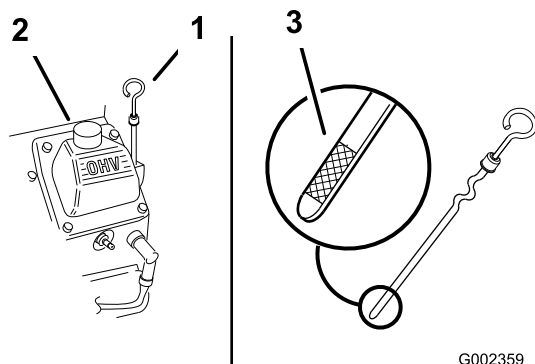

Figura 23
3. Limpe a zona em redor da vareta de óleo (Figura 23), para evitar que entre sujidade no orifício do filtro e possíveis danos no motor.
4. Retire a vareta do óleo e limpe a extremidade (Figura 23).
5. Deslize a vareta de óleo para dentro do tubo do filtro, mas não enrosque no tubo (Figura 23).
6. Coloque lentamente cerca de 80% da quantidade de óleo especificada no bocal de enchimento do óleo (Figura 23).